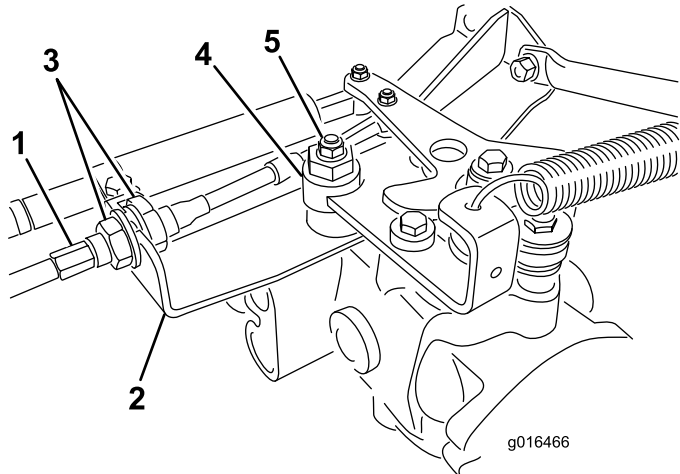

Bild 43
- A. Lösen Sie beide Klemmmuttern, mit denen der Fahrtriebs-Bowdenzug am Schott am Hydrostat befestigt ist (Bild 43). Achten Sie darauf, dass die Klemmmuttern gleichmäßig gelockert sind und eine ausreichende Einstellung ermöglichen.
Hinweis: Lösen Sie die Mutter, mit der der Exzenter oben am Hydrostat befestigt ist (Bild 43).
- E. Ziehen Sie die Schraube fest, wenn sich das Rad nicht mehr dreht, um den Exzenter und die Einstellung zu arretieren (Bild 43).
- G. Ziehen Sie die Sicherungsmuttern, mit denen der Bowdenzug am Schott befestigt ist, gleichmäßig von der Innenseite des Schotts fest (Bild 43). Verdrehen Sie nicht den Bowdenzug.